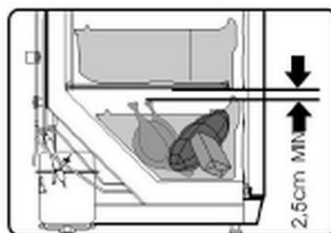

Fig. 6
4. Hold en minimumsafstand på 2,5 cm mellem de frosne produkter og mellem den øverste væg (fig. 6).